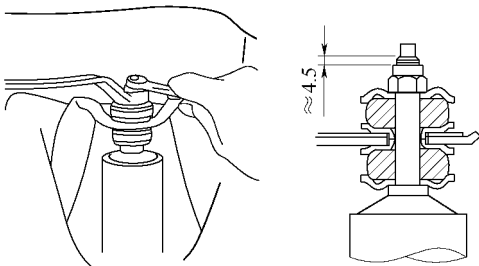

图 14-81 将减振器装车身上
1) 用护圈和弹性垫将减振器装到车身上，装上螺母，如图 14-81 所示。